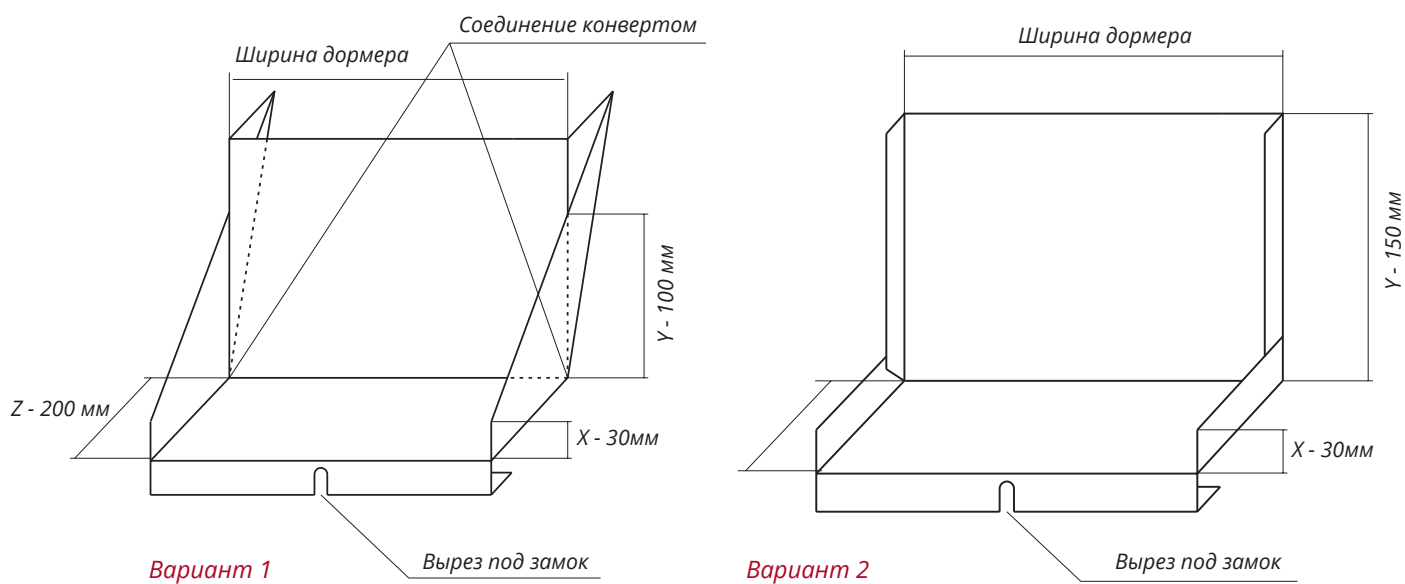

Рисунок 3
3. Подготовьте планку примыкания нижнюю **1** одним из способов (Рис. 3).